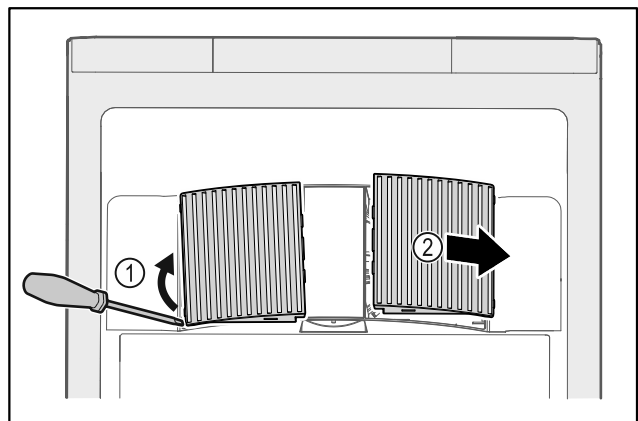

Fig. 46
- ▶ Внимателно повдигнете капаците на вентилаторите от страни Fig. 46 (1) и ги свалете напред Fig. 46 (2).